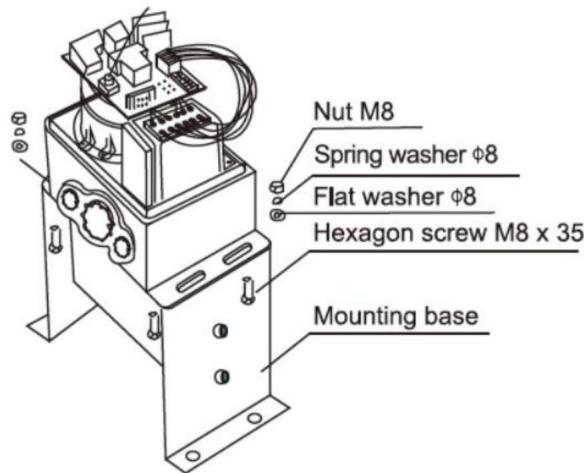

Figura 6
- c) Montare il motore della macchina sulla base di montaggio come mostrato in Figura 6;